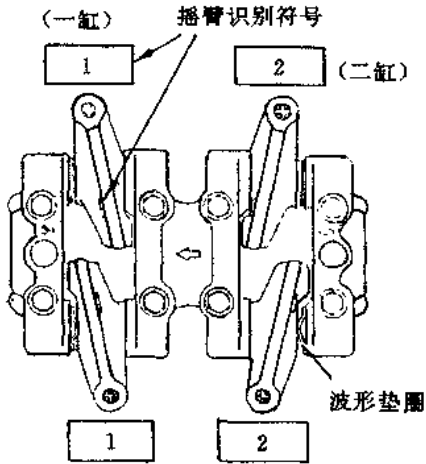

图 1-17
4. 摇臂及轴承盖的装配，要按图 1-17 所示的识别符号安装摇臂，安装凸轮轴及摇臂时，要在各孔内涂上机油，凸轮轴轴承盖螺栓的旋紧扭矩应为 24.5 ~ 29.4 牛顿·米 (2.5 ~ 3 公斤·米)。各缸的进排气摇臂一定要装止确。